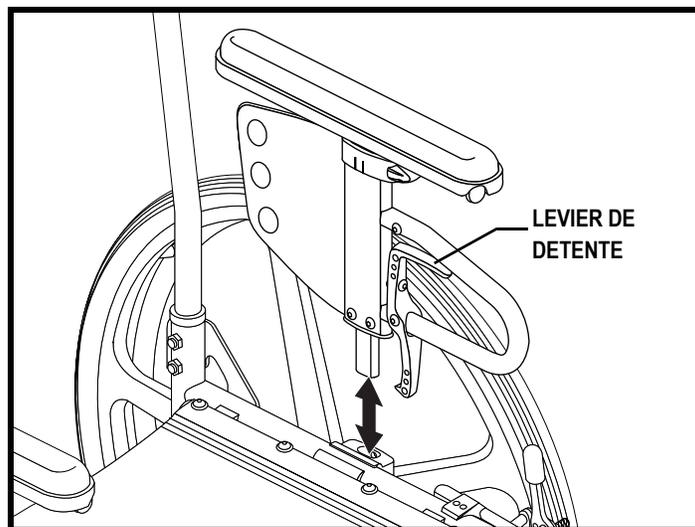

Figure 31. Enlèvement des accoudoirs
1. Comprimez le loquet d'accoudoir. **Voir la figure 31.**